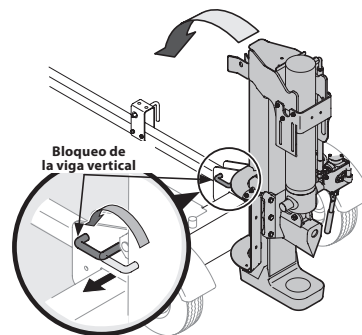

Figura 4
12. Tire hacia afuera del bloqueo de vigueta vertical, rótelo hacia atrás y gire la vigueta a la posición horizontal hasta que quede trabada, asegurándose de evitar los posibles puntos de apriete. Vea la Figura 4.